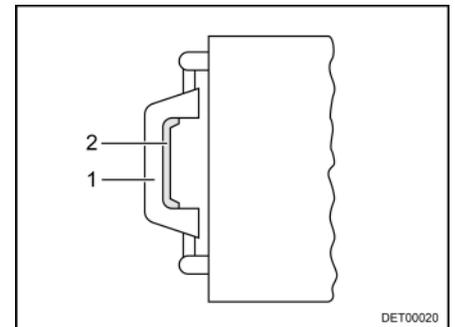

Fig. 20 Claraboya, tirador
- Presionar el cierre de resorte (Fig. 20,2) hacia el lado interior de la claraboya. Presionar simultáneamente hacia arriba la claraboya con el tirador (Fig. 20,1).
- Tirar la claraboya enérgicamente hacia abajo por los dos tiradores (Fig. 20,1), hasta que los dos cierres a presión engatillen.